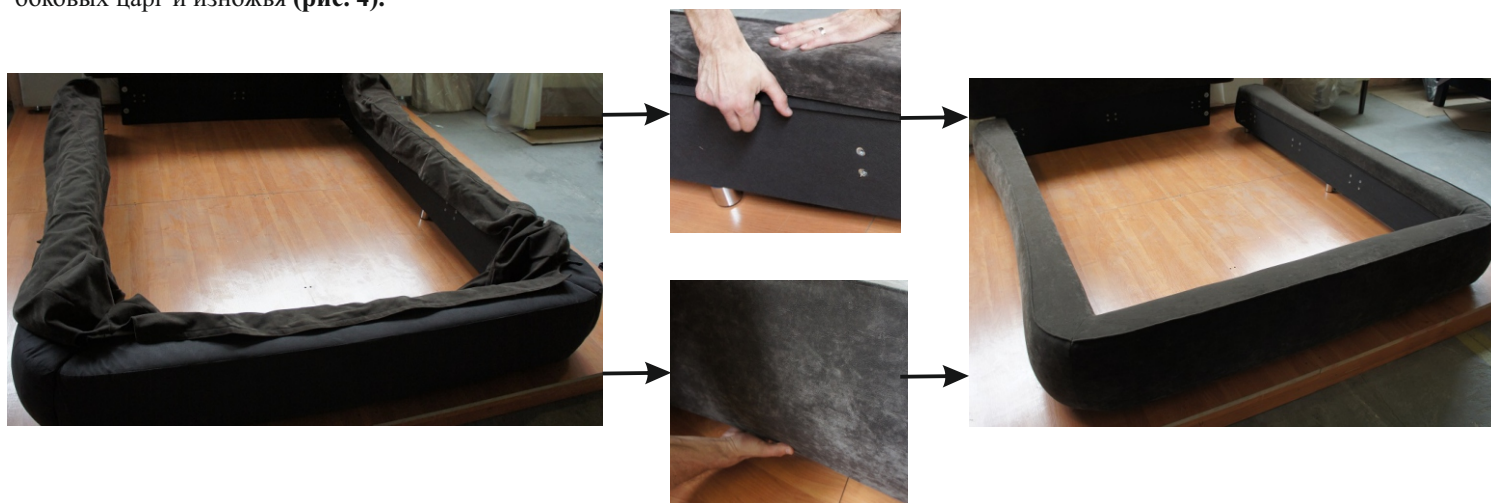

Рис. 4
5. Далее на полученную конструкцию наденьте чехол (дет. 4), закрепив его на липучки на внутренней поверхности и нижнем торце боковых царг и изножья (рис. 4).